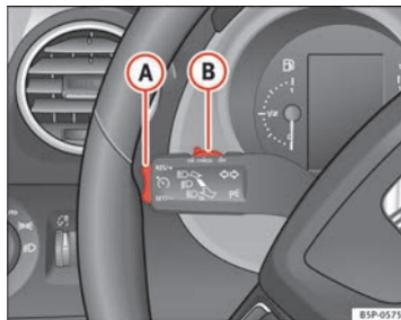

Fig. 154 Alavanca das luzes indicadoras de mudança de direcção e dos máximos: comutador e botão basculante para o regulador de velocidade
- Empurrar o cursor ⇒ Fig. 154 (B) para esquerda para **ON**.